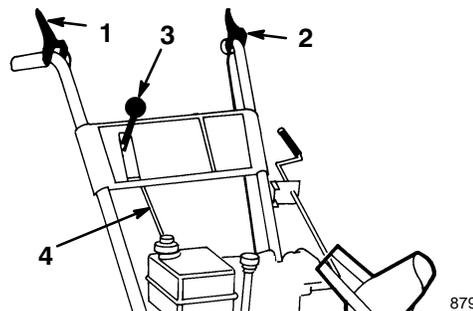

Figure 6
2. Mettez le changement de vitesse (Fig. 6) du panneau de commande en position R (marche arrière).
2. Réglez la position des deux écrous à embase sur la tige de commande de traction vers le haut ou vers le bas pour que l'extrémité de la manette de commande de traction (Fig. 6 et 7) soit à environ 11 cm (4 3/8") de la poignée.
4. Mettez le changement de vitesse (Fig. 6) en troisième vitesse.
- Vérifiez la distance entre le bout de la manette de tarière/roue hélice et la poignée du mancheron (Figs. 6 et 9). L'écartement doit être d'environ 10 cm (4").